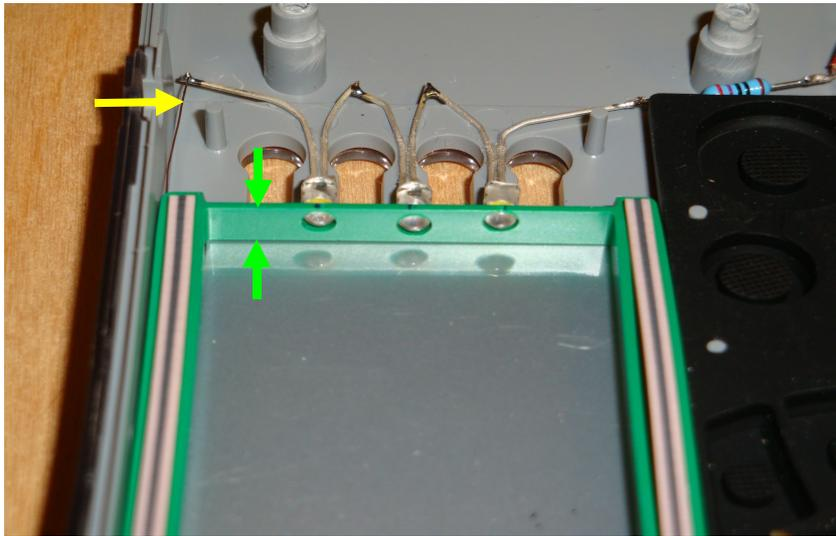

Bild 2 Ansicht rechte Seite
- Anreißen von je 3 Bohrungen an jeder Querseite des grünen Rahmens. Da insgesamt 5mm an Höhe (Bild 2 grüne Pfeile) zur Verfügung stehen, nimmt man 2,5mm von der oberen Kante.